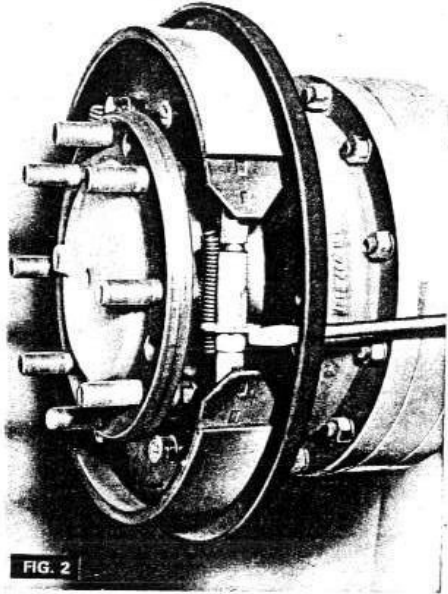

FIG. 2
- 3 - (figure 2) - Dégager l'orifice de réglage.